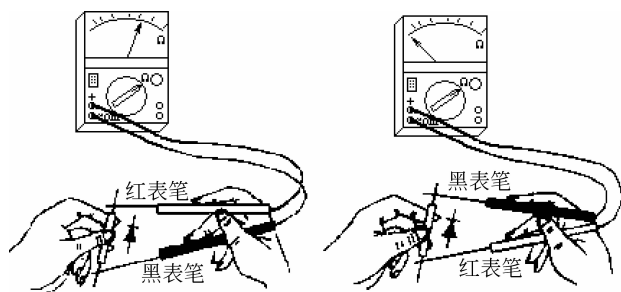

图 3-4 二极管的测量
(5) 晶体管直流参数的测量。用万用表可以测量二极管、三极管的管脚极性和管子的好坏。
① 二极管的测量。测试时,选用 $R\times 1\text{k}\Omega$ 挡(发光二极管用 $R\times 10\text{k}\Omega$ 挡)。将被测二极管接到黑、红表笔之间,读取电阻数值;然后颠倒表笔,再读取电阻数值,如图 3-4 所示。如果两次测量的阻值相差很大,说明二极管是好的,且电阻小的一次测量,黑表笔所接一端为正极,红表笔所接一端为负极;如果两次测量的阻值相差不是很大,说明二极管的性能不好;如果两次测量的阻值相等且均很大,说明二极管内部已经断路;如果两次测量的阻值相等且均很小,说明二极管内部已经短路。
② 三极管管脚极性的判别。完好三极管管脚极性的判别主要是确定基极 b 和集电极 c ,进而知道发射极 e 。测试时,将万用表置于 $R\times 1\text{k}\Omega$ 挡。先假定任一管脚为基极,将